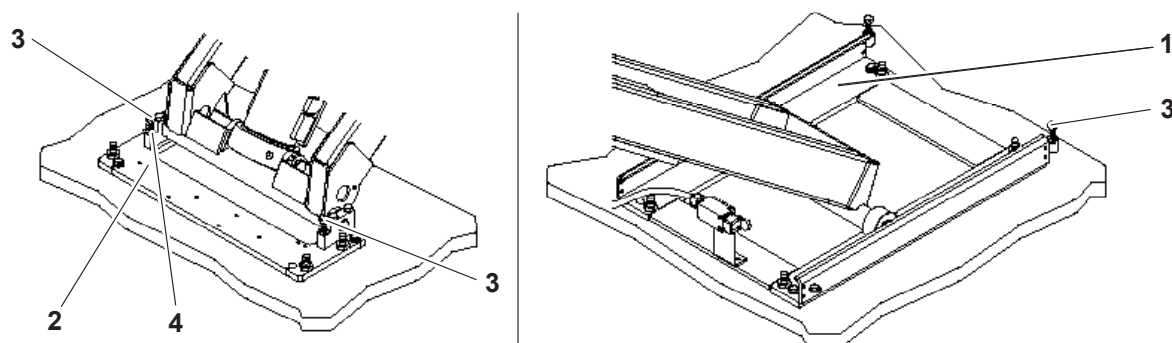

Fig. 2
- Asegúrese de que las bases estén perfectamente planas, tomando como referencia las superficies de deslizamiento de los rodillos 1 (Fig.2) y el soporte del bloque de los fulcros de las bielas 2 (Fig.2): si es necesario, ajuste los tornillos de nivelación 3 (Fig.2), pero en este caso restablezca el contacto base-suelo en toda la superficie con un calce adecuado (para evitar que las bases se doblen posteriormente).